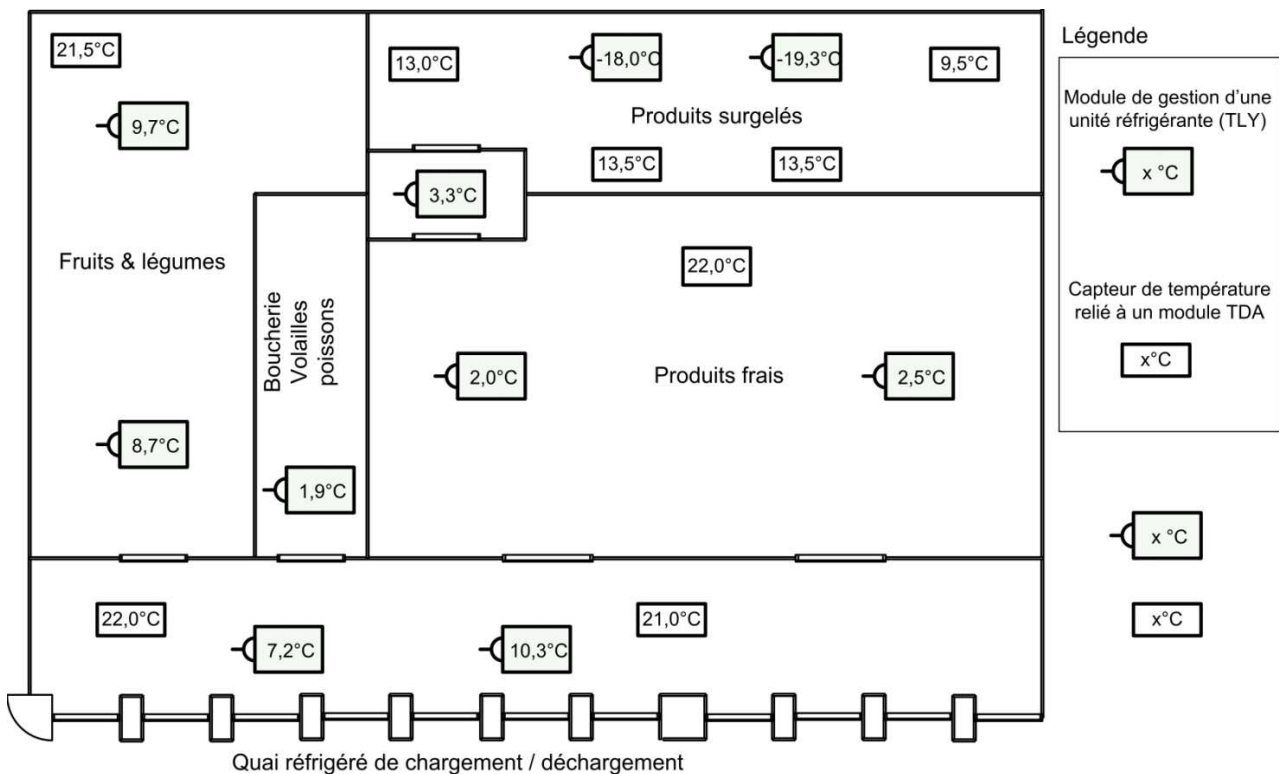

Figure 2 : Plan de masse des chambres froides
- les températures repérées par le symbole $x^{\circ}\text{C}$ dans la figure 2, sont mesurées par des sondes implantées dans le sol. Les sondes de température, implantées dans les fondations du bâtiment, permettent de contrôler que le sol ne gèle pas. En cas de gel, un système de canalisations permet de réchauffer le sol à partir de la chaleur récupérée dans la salle des machines.
- les températures repérées par le symbole $x^{\circ}\text{C}$ dans la figure 2, sont mesurées dans les chambres froides.
- De **modules de gestion d'unité réfrigérante (TLY35)** : Pour les zones réfrigérées, il est nécessaire d'ajouter des modules plus « intelligents ». Ces modules doivent assurer l'acquisition d'une température (symbolisée par $x^{\circ}\text{C}$ dans la figure 2) et la gestion des unités réfrigérantes (évaporateur). Ces modules assurent localement le dégivrage automatique de chaque unité réfrigérante et la régulation en mode automatique de la température. On dénombre la présence de 10 modules TLY35 afin d'assurer le fonctionnement des 10 évaporateurs.